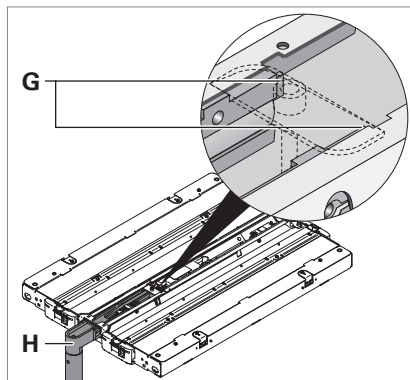

Fig. 20: Smontaggio del telaio dell'apparecchio d'illuminazione con attacco laterale.
- Premere assieme le due estremità **G** del braccio portante **H** con una pinza e tirare il telaio dal braccio portante, vedi Fig. 20.